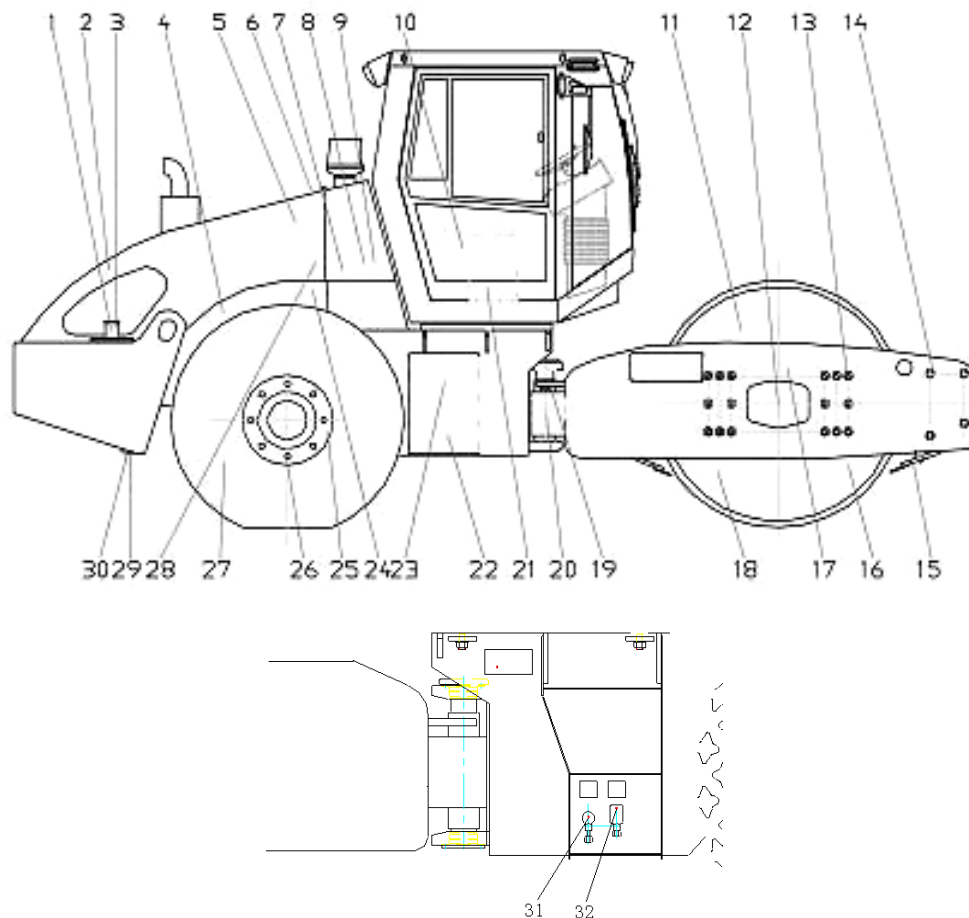

Рис. 3-1 Схема расположения точек обслуживания
3.2.1 Некоторые точки обслуживания (Рис. 3-1)